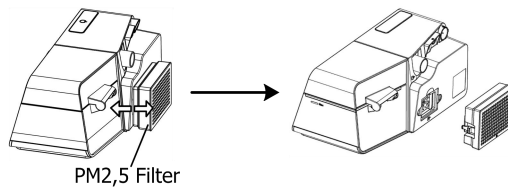

Abb. 19-6
- (3) Ersetzen Sie den Luftfilter und die Filterkappe durch einen PM2,5-Filter, wie in Abb. 19-6 gezeigt.